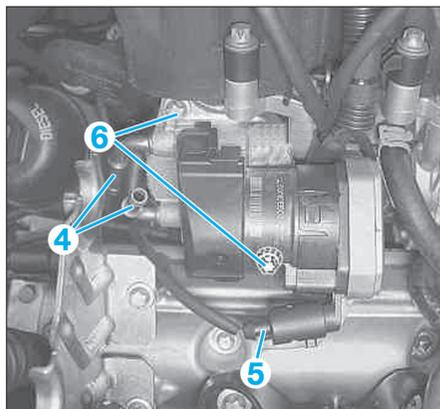
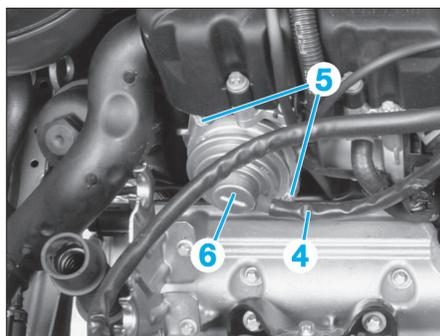

FIG. 48
FIG. 49
• Véhicule avec filtre à particules, déposer l'actionneur de vanne de recyclage des gaz d'échappement (Fig.48) :
- déposer les durits de refroidissement des canalisations (4),
- débrancher le connecteur électrique (5),
- déposer les vis (6) puis l'actionneur de vanne de recyclage des gaz d'échappement.
• Véhicule sans filtre à particules, déposer l'actionneur de vanne de recyclage des gaz d'échappement (Fig.49) :
- déposer la durit (4),
- déposer les vis (5) puis l'actionneur de vanne de recyclage des gaz d'échappement (6).
- **Véhicule avec filtre à particules**, déposer l'actionneur de vanne de recyclage des gaz d'échappement (Fig.48) :
- **Véhicule sans filtre à particules**, déposer l'actionneur de vanne de recyclage des gaz d'échappement (Fig.49) :
- déposer la durité (4),